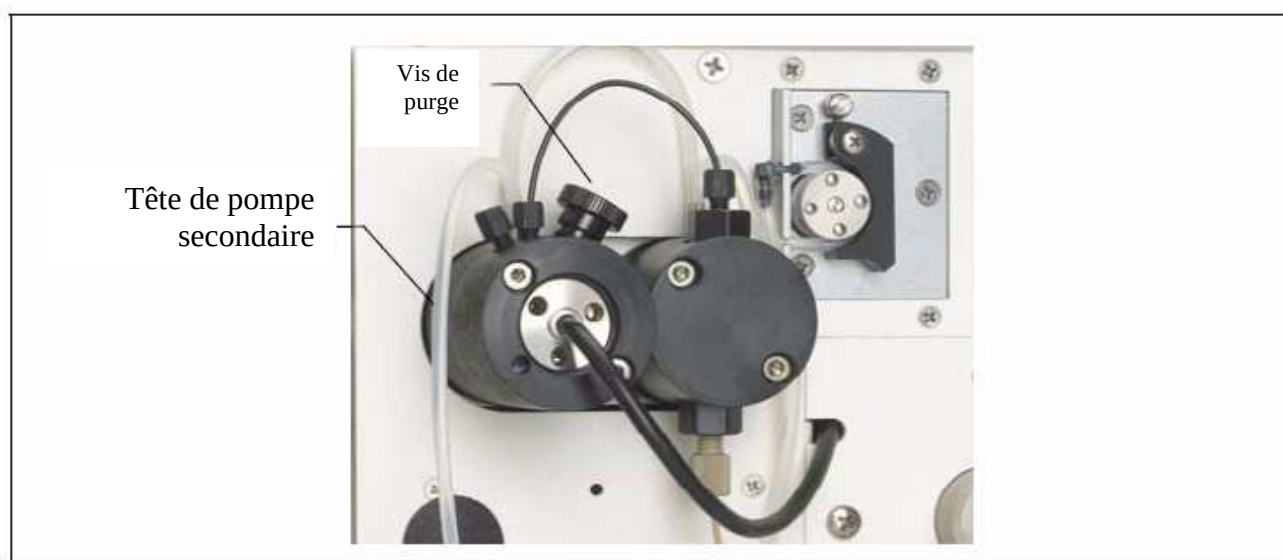

Figure 9.1. Vis de purge de la DP/SP.
3. Ouvrir la vis de purge sur la tête de pompe secondaire (voir figure 9.1) en la tournant d'un quart de tour dans le sens inverse des aiguilles d'une montre.